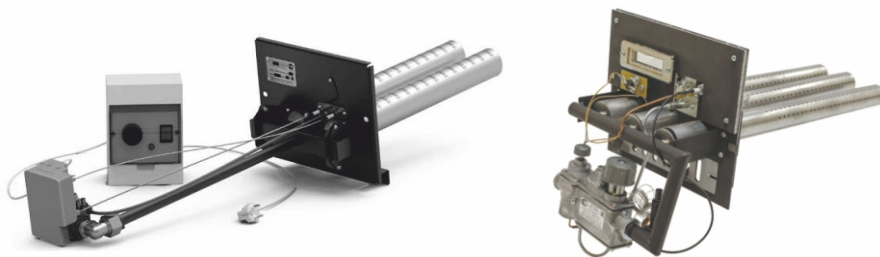

Рис. 2 Внешний вид газогорелочных устройств
**Внешний вид горелочного устройства может отличаться от представленного на рис. 2**